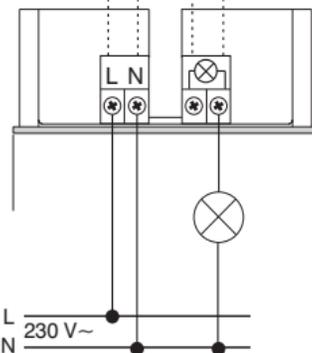

fig. 4
- collegare la lampada come indicato in fig.4 (opzioni "A" o "B")